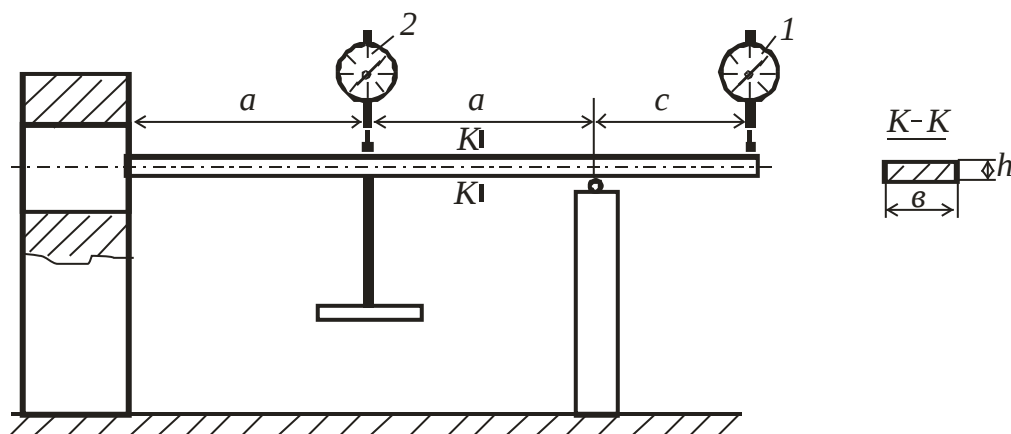

Рис. 1.
1.4. Измерительный прибор – индикаторы часового типа (1 и 2 на рис. 1) с ценой деления $C_u = 0.01 \text{ мм}$.